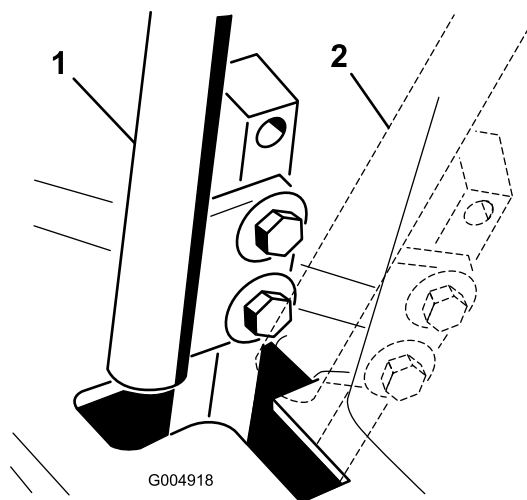

Figura 60
4. Desloque a alavanca de controlo para a posição neutra, mas **não bloqueada** (Figura 60).
6. Verifique onde é que a alavanca de controlo está relativamente ao entalhe na consola (Figura 60).